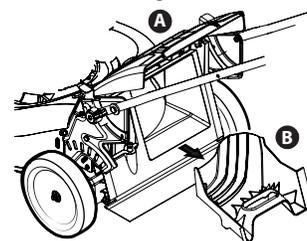

Figure 5
2. Suivez les étapes ci-dessous pour fixer le bac de ramassage. Consultez la Figure 5.